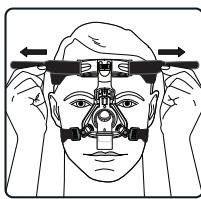
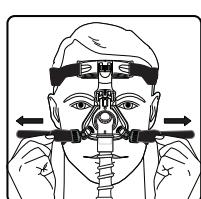

Figure 4
Figure 5
4. Réglez le harnais uniformément en utilisant les sangles supérieures (figure 4) et inférieures (figure 5). Le masque doit reposer confortablement contre le visage.